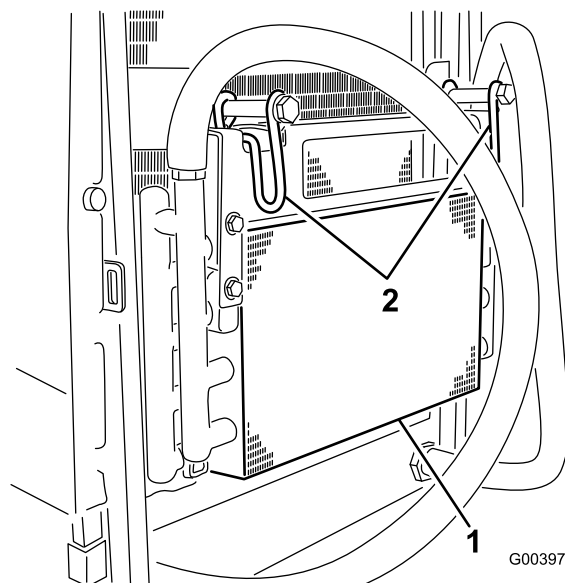

Figura 60
5. Articule os trincos para dentro para libertar o arrefecedor do óleo (Figura 60).